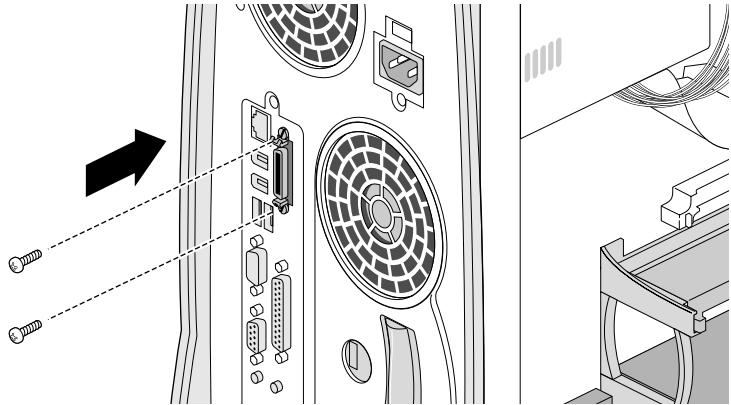

Abbildung 5-7 Installieren der Schrauben für die Monitor-Anschlußkarte
- Setzen Sie wie in Abbildung 5-7 die beiden Schrauben ein.